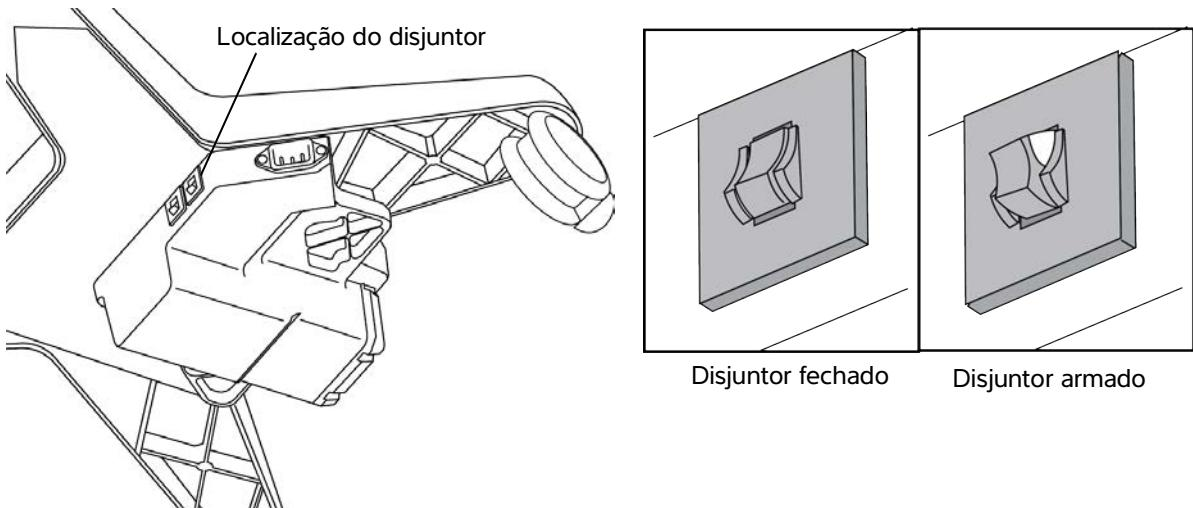

Figura 5 Os disjuntores do módulo do pedestal ficam na parte inferior do pedestal.
- 3** Pressione cada interruptor do disjuntor até ele fechar. Consulte a **Figura 5** na página 67.